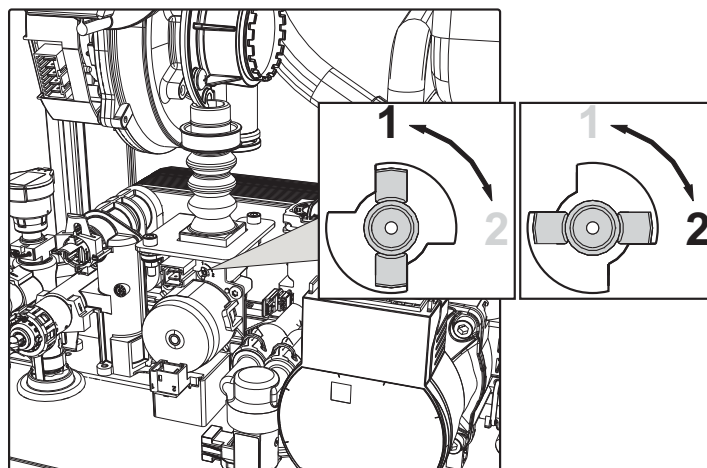

fig. 23
3. Ruotare il Throttle (fig. 23) secondo la posizione indicata nella tabella 7.